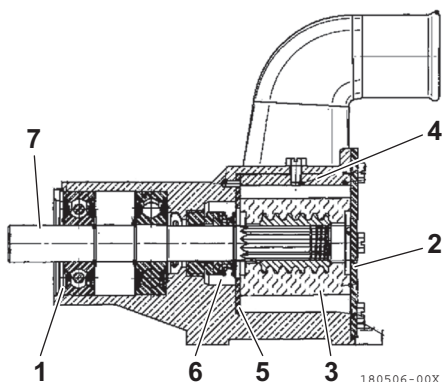

Figura 18
3. Remova o circlipe (**Figura 18, (1)**).
4. Remova a tampa lateral (**Figura 18, (2)**) e, em seguida, remova o impulsor (**Figura 18, (3)**), a câmara (**Figura 18, (4)**), a placa de desgaste (**Figura 18, (5)**) e o vedante (**Figura 18, (6)**).
5. Empurre o kit do eixo (**Figura 18, (7)**) a partir do lado da tampa lateral para o remover.
10. Instale o impulsor (**Figura 18, (3)**), a câmara (**Figura 18, (4)**), a placa de desgaste (**Figura 18, (5)**) e o vedante (**Figura 18, (6)**) a partir do lado onde a tampa lateral foi instalada.
11. Instale a tampa lateral (**Figura 18, (2)**).